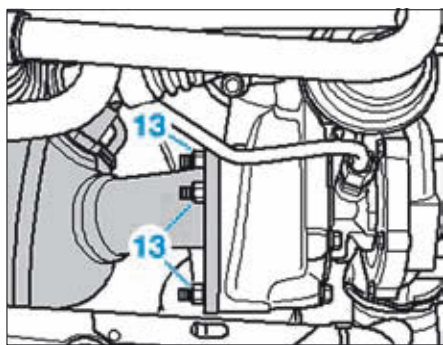

FIG. 57
- Déposer les vis (13) du turbocompresseur (Fig.57).